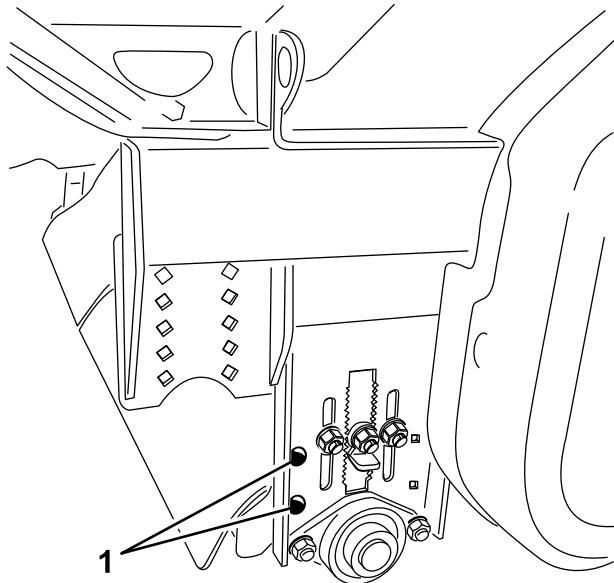

Bild 33
1. Lösen Sie die Einstellbefestigungen des Rollenabstreifers (Bild 33).